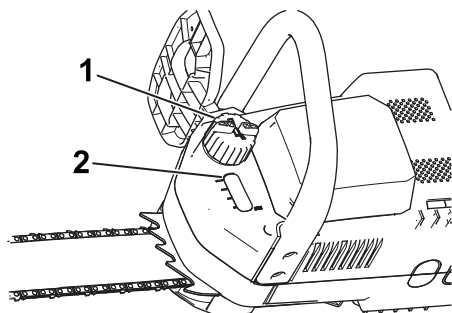

Figure 2
2. Nettoyez la surface autour du bouchon d'huile (Figure 2).
3. Enlevez le bouchon et versez de l'huile dans la tronçonneuse jusqu'à ce qu'elle arrive en haut du regard de niveau (Figure 2).